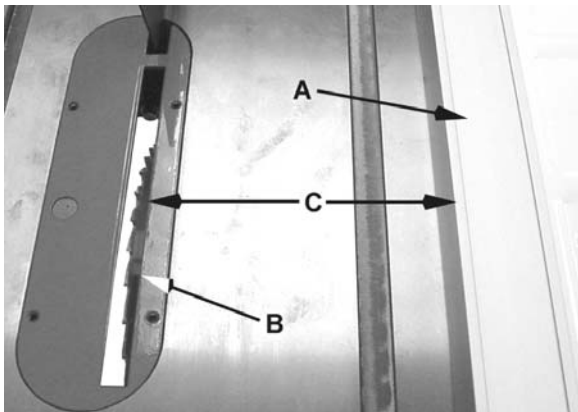

Рис. 31
Упор для заготовки (A, рис. 31), должен быть установлен в размер ширины распила (C, рис. 31) при использовании наклеиваемой линейки на передней несущей рейке, или измеряя расстояние между пильным диском (B) и упором для заготовки (A).